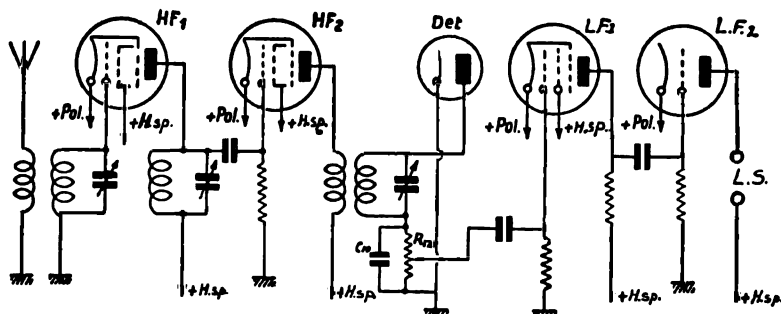

Fig. 74. Het „geraamte-schema” of „principe-schema” van een ontvanger met twee trappen H.F.-versterking.
W. — Zoals je uit fig. 74 kunt zien, ga ik zelfs nog verder, door ook op de eerste laagfrequent-trap een pentode te gebruiken. Tegenwoordig worden liefst pentoden daarvoor gebruikt, vanwege de groote versterking, die zij